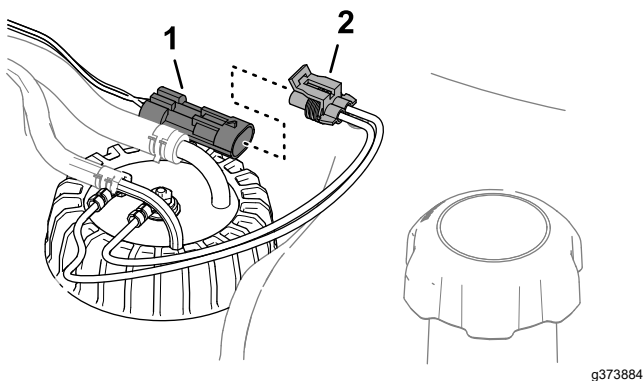

Bild 129
6. Verbinden Sie den Steckverbinder des Kraftstoff-Füllstandsensors mit dem Steckverbinder des Maschinenkabelbaums (Bild 129).